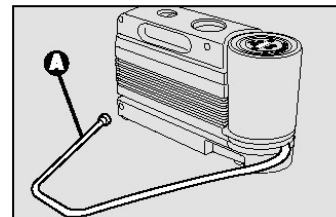
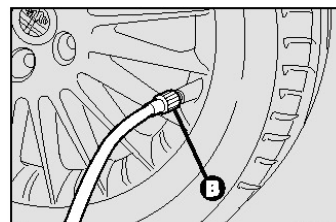

рис.17
рис.18
- отвинтить колпачок вентиля шины, вынуть заливную трубу **A** - **рис. 17** и завинтите шайбу **B** – **рис.18** на вентиль шины.